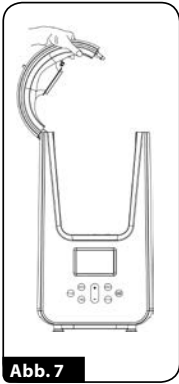

Abb. 7
- Greifen Sie mit einer Hand an das Gehäuse des Vakuum-Standmixers und heben Sie mit der zweiten Hand den klappbaren Deckel **2** hoch, wie die Abb. 7 zeigt.